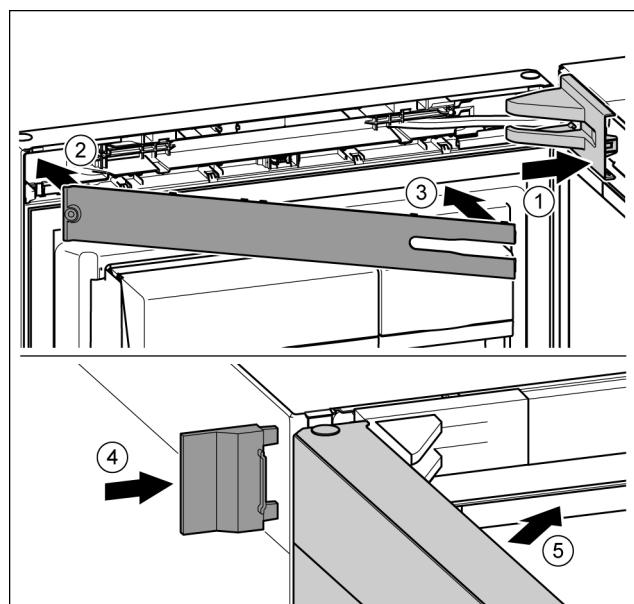

Fig. 43
- Coloque y encaje la cubierta del soporte de cojinete; dado el caso, sepárela con cuidado. Fig. 43 (1)
- Coloque el panel. Fig. 43 (2)
- Gire hacia dentro y encaje el panel. Fig. 43 (3)
- Desplace la cubierta exterior. Fig. 43 (4)
- Cierre la puerta superior. Fig. 43 (5)